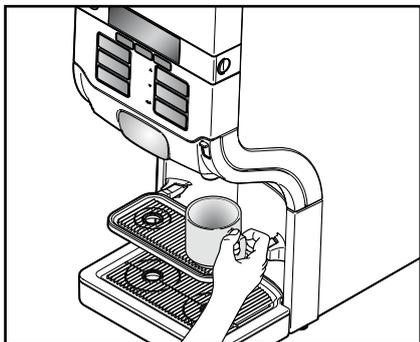

Fig. 10
- Coloque a xícara sobre o porta-xícara. (Fig. 10)
1. Coloque a xícara sobre o porta-xícara. (Fig. 10)